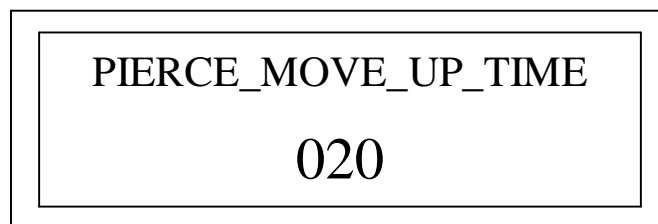

Fig. 27: PIERCE_MOVE_UP_TIME
22)、PIERCE_MOVE_UP_TIME: Dynamic Pierce lift up height (time)。 Fig.27